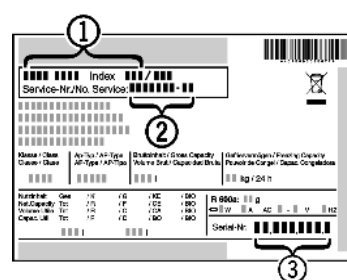

Fig. 10
- Odczytać z tabliczki znamionowej oznaczenie urządzenia Fig. 10 (1), nr serwisowy Fig. 10 (2) oraz numer seryjny Fig. 10 (3). Tabliczka znamionowa znajduje się po lewej stronie wewnątrz urządzenia.
- Poinformować serwis i podać opis zakłócenia, oznaczenie urządzenia Fig. 10 (1), nr serwisowy Fig. 10 (2) oraz numer seryjny Fig. 10 (3).